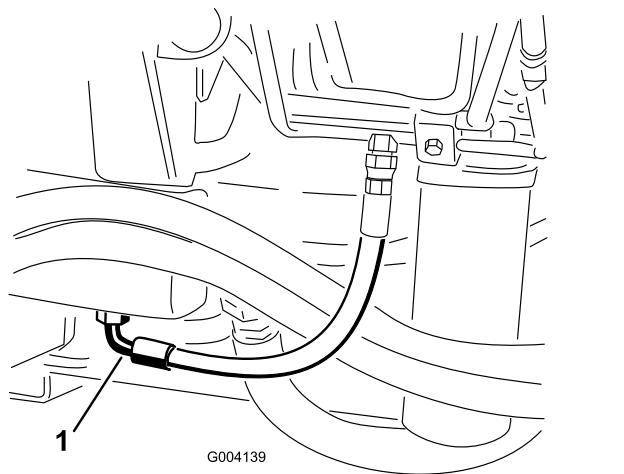

Bild 88
2. Stellen Sie eine große Auffangwanne unter das Anschlussstück, das unten am Hydraulikölbehälter befestigt ist (Bild 88).